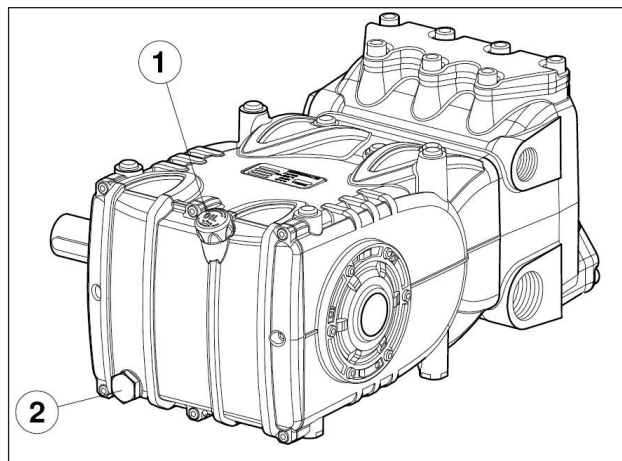

Fig. 3
Avec la jauge de niveau d'huile rep. ①, Fig. 3.
Le contrôle correct du niveau d'huile doit s'effectuer avec la pompe à température ambiante, alors que la vidange de l'huile se fait avec la pompe à la température de fonctionnement en retirant d'abord la jauge d'huile rep. ①, puis le bouchon rep. ②, Fig. 3.
Utiliser une sonde de température à introduire à l'intérieur du bouchon de vidange rep. ② Fig. 3.